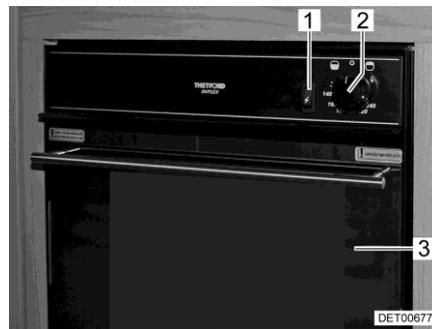
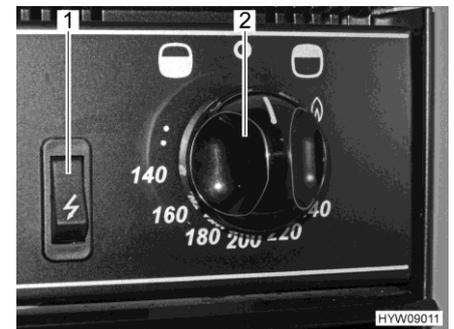

Bild 123 Gasbackofen mit Grill
Bild 124 Bedienelemente (Gasbackofen mit Grill)
- Backofenklappe (Bild 123,3) ganz öffnen.
- Drehregler (Bild 123,2 und Bild 124,2) drücken und entgegen dem Uhrzeigersinn (in Richtung Backofen-Symbol "☪") auf maximale Einstellung stellen.
- Drehregler (Bild 123,2 und Bild 124,2) drücken und 5 bis 10 Sekunden lang gedrückt halten. Es strömt Gas zum Brenner.
- Zündschalter (Bild 123,1 und Bild 124,1) so lange drücken, bis die Flamme brennt.
- Drehregler (Bild 123,2 und Bild 124,2) drücken und im Uhrzeigersinn (in Richtung Grill-Symbol "☪") auf das Flammensymbol stellen.
- Drehregler (Bild 123,2 und Bild 124,2) auf "O" drehen. Die Flamme erlischt.